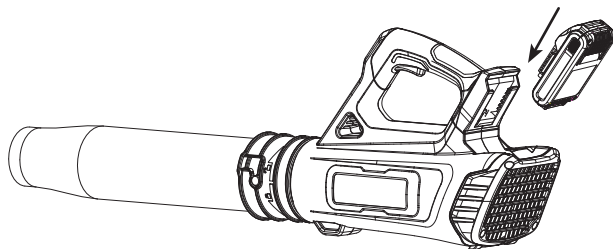

FIG 4
INSTALLATION OU RETRAIT DU BLOC-BATTERIE (FIG 4)
- Pour installer le bloc-batterie, insérez-le dans le porte-batterie à l'extrémité du boîtier du produit jusqu'à ce qu'il se verrouille en place par un clic, comme illustré à la figure 4. Tirez légèrement sur la batterie pour vous assurer qu'elle est ancrée et qu'elle ne tombera pas accidentellement du produit.